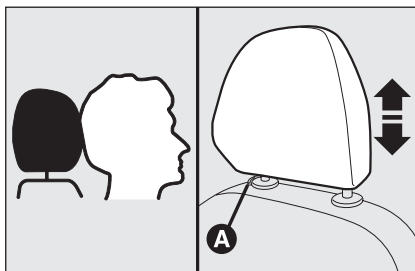

fig. 30
- ☐ regolazione verso il basso: premere il tasto **A**-fig. 30 ed abbassare l'appoggiatesta.